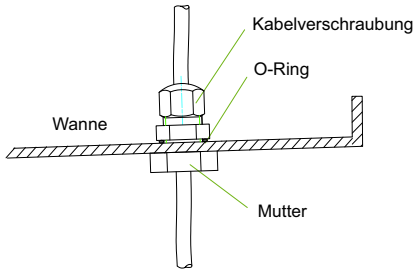

Abb. 1.8:
- Bohren Sie in der Nähe einer vorhandenen Kaberdurchführung ein Loch \varnothing 16 mm für eine zusätzliche Verschraubung in die Kondensatwanne und befestigen Sie die mitgelieferte Zugentlastung. (siehe Abb. 1.8 auf S. 3)